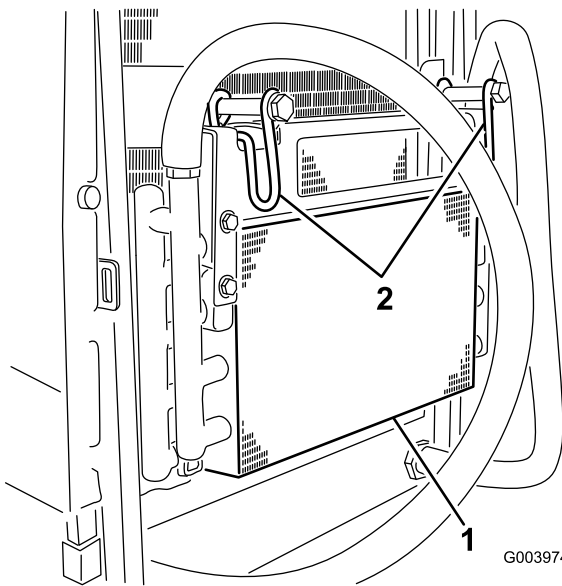

Figura 141
7. Gire hacia dentro los 2 enganches del enfriador de aceite e incline el enfriador de aceite (Figura 141).